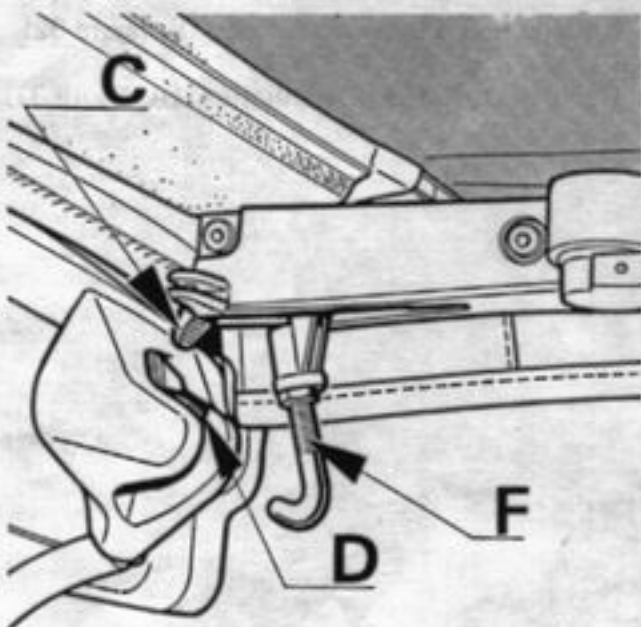
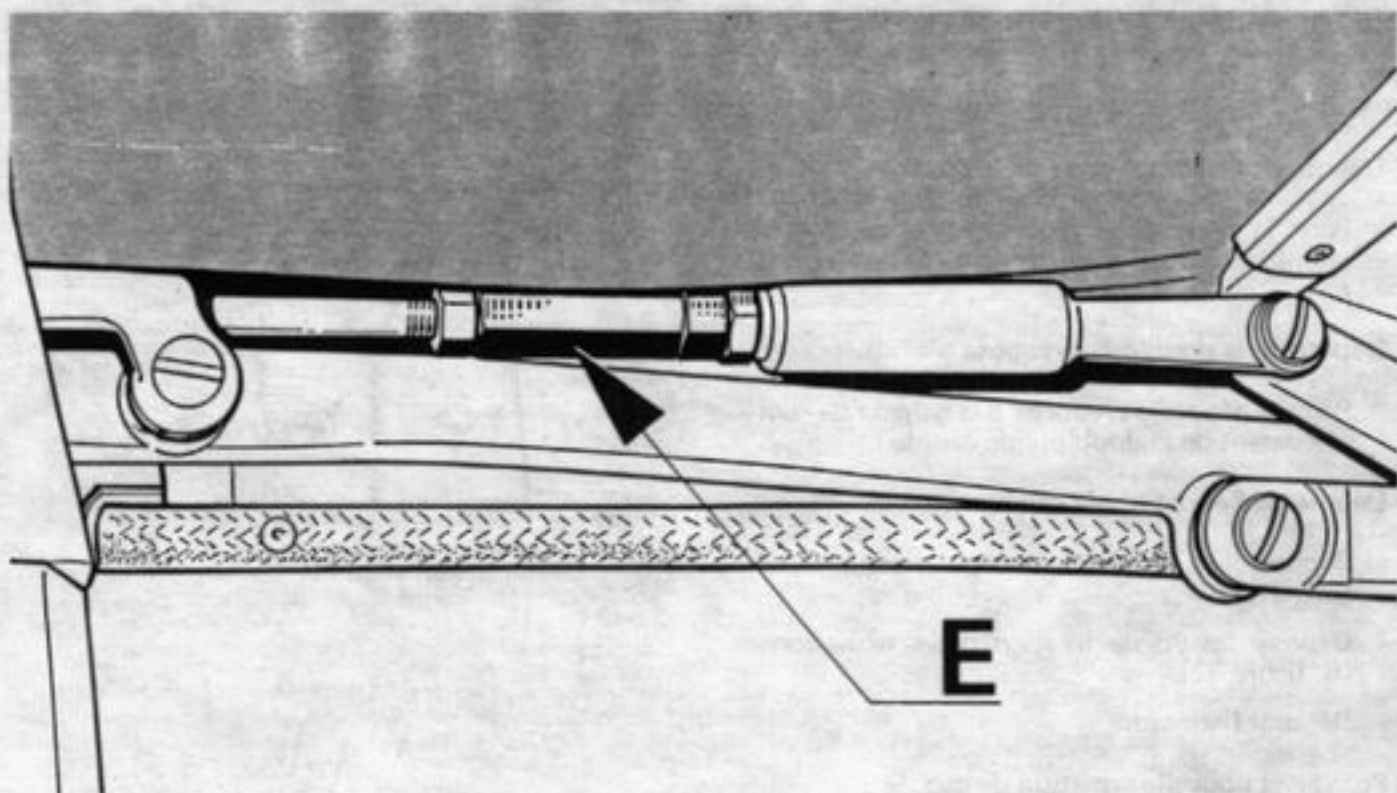

Figure 33 A 4912
Figure 34
Important : l'ensemble de capote étant en position fermée, la fermeture non verrouillée (figure 33), ainsi que les vis des articulations non bloquées, contrôler :
- la position des doigts de verrouillage AV (C) par rapport aux gâches (D, figure 33)
Agir sur l'un des tendeurs latéraux pour ajuster le centrage de la capote, (E, figure 34)
Régler simultanément les deux tendeurs latéraux (E, figure 34) de telle sorte que les doigts de verrouillage AV (C) coïncident avec le centre des gâches (D, figure 33)
Régler le verrou (F, figure 33) afin que l'effort exercé sur la poignée soit correct.